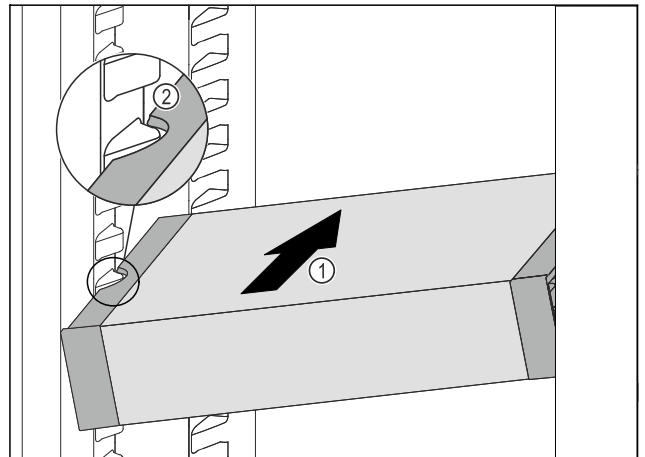

Fig. 78
- ▶ Insérer le VarioSafe en biais dans la partie réfrigérateur Fig. 78 (1) jusqu'à ce que les encoches latérales Fig. 78 (2) du VarioSafe se trouvent à la hauteur de la nervure du bac dans la partie réfrigérateur.